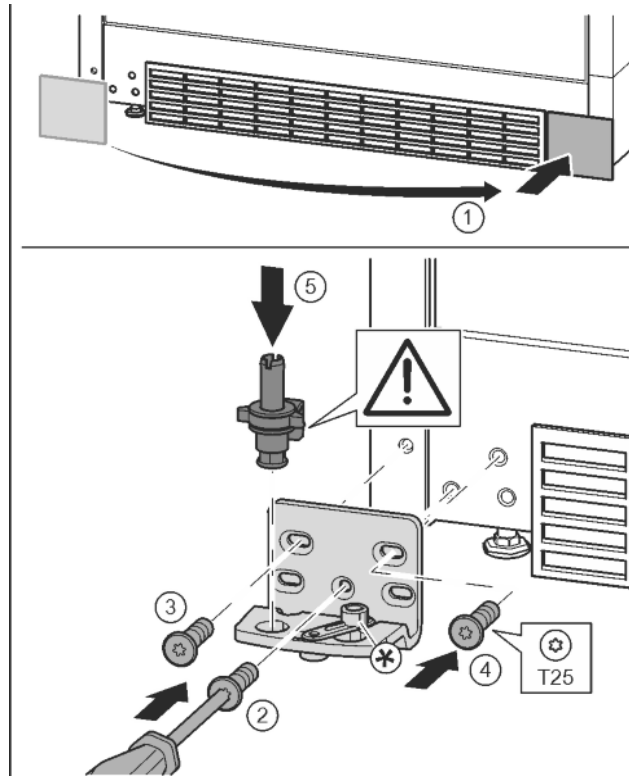

Fig. 16
- Skinite pokrov i postavite ga na drugoj strani. Fig. 16 (1)
- Postavite podložak ležaja na drugoj strani i zavijte pomoću odvijača T25. Započnite s vijkom 2 dolje u sredini. Fig. 16 (2)
- Pritegnite vijak 3 i 4. Fig. 16 (3, 4)
- Kompletno umetnite podložak ležaja. Pri tome pazite da je ispušćenje za blokiranje okrenuto prema otvora. Fig. 16 (5)